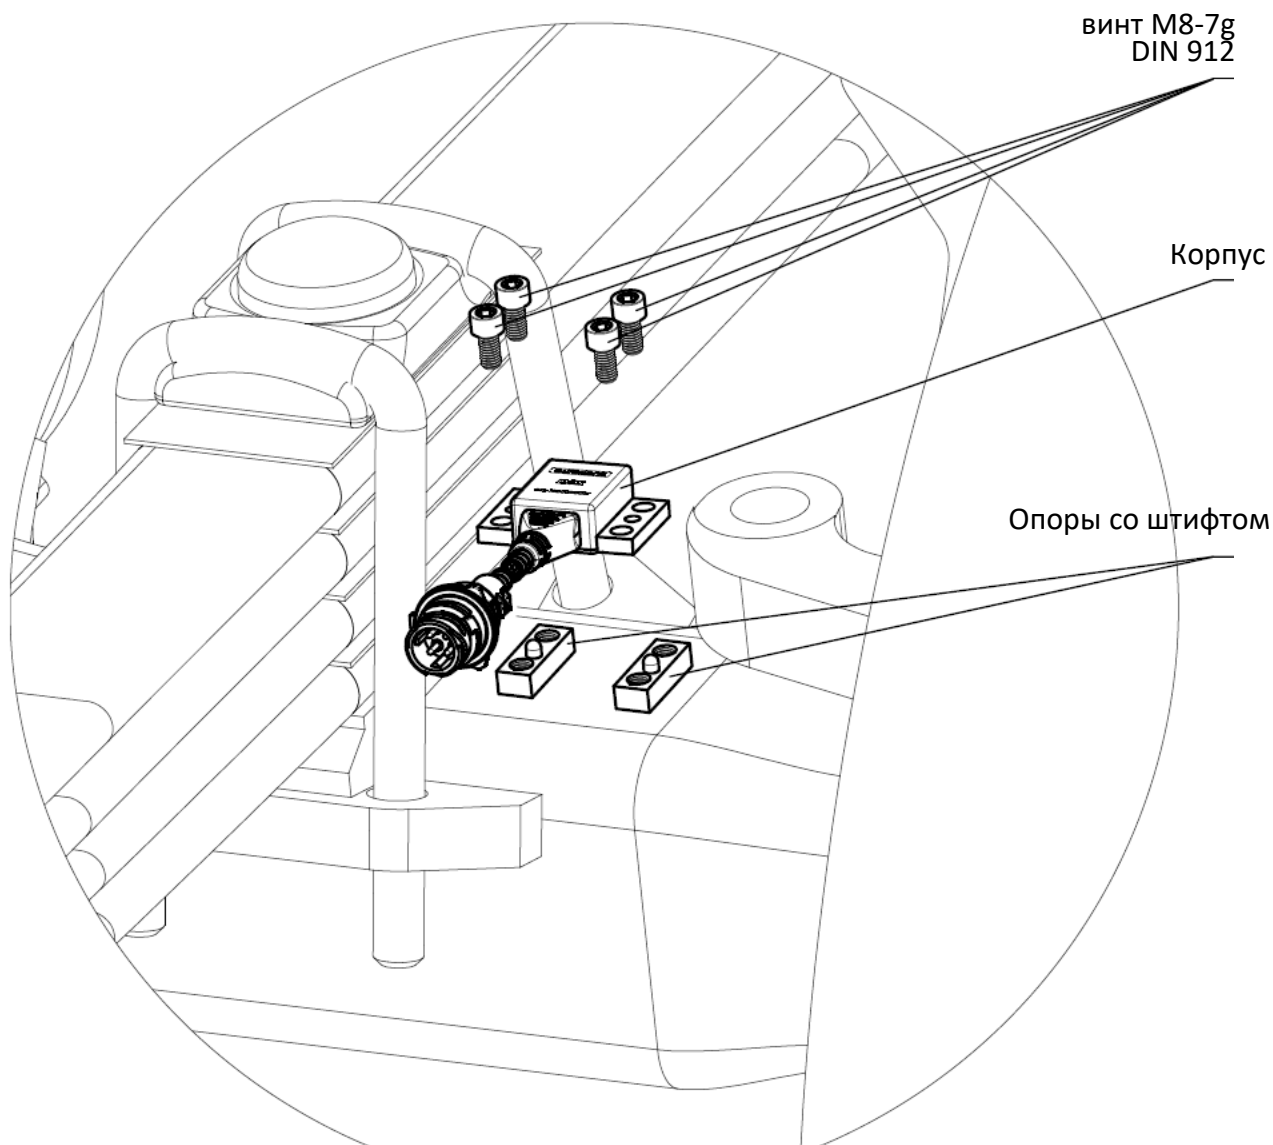

рис. 3.8. Установка корпуса на опоры
- 5) Установите корпус контроллера на штифты опор таким образом, чтобы корпус контроллера полностью прилегал к опорам, и закрепите с помощью винтов из монтажного комплекта (рис. 3.8).